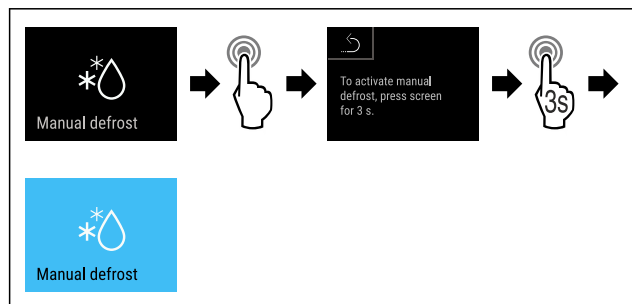

Fig. 132
- Handlungsschritte (siehe Fig. 132) durchführen.